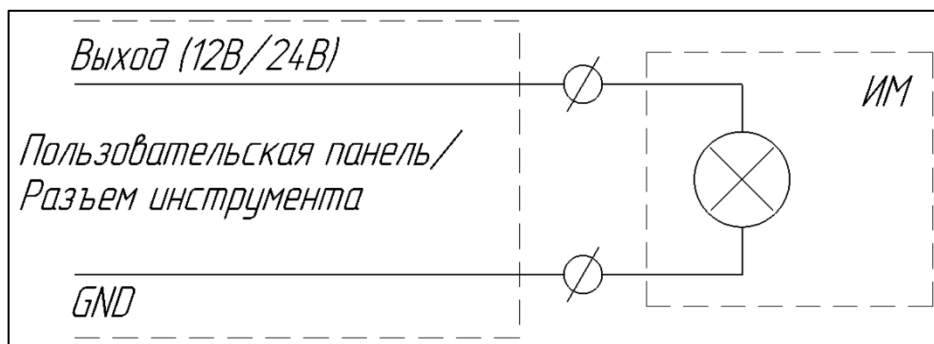

Рисунок I-24 – Схема подключения исполнительного механизма с цифровым дискретным интерфейсом
- Подключение исполнительного механизма с цифровым дискретным интерфейсом (см. Рисунок I-24).